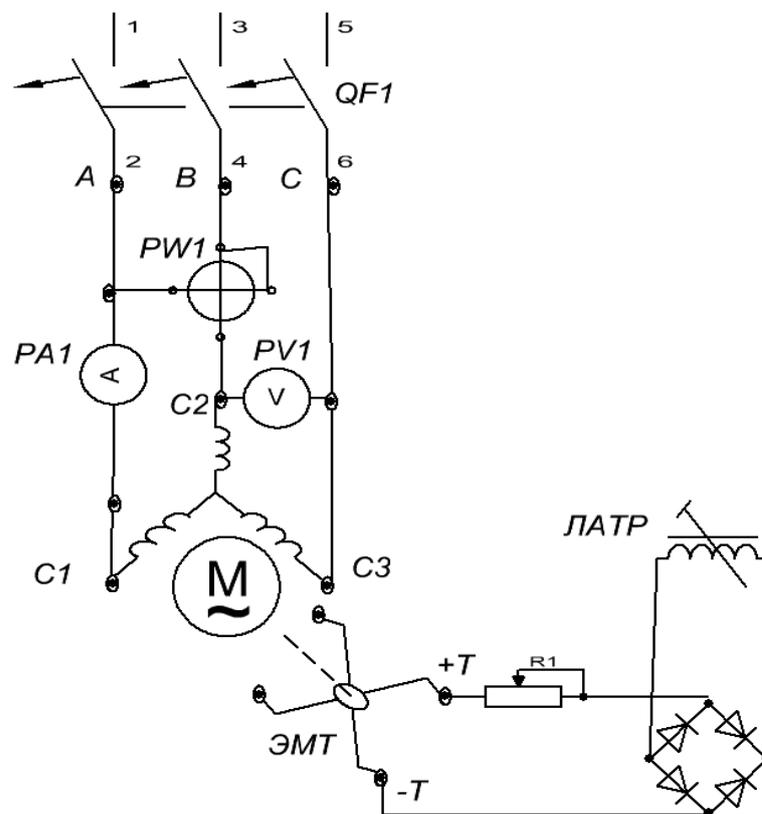

Рис.1. Схема включения трехфазного асинхронного двигателя с короткозамкнутым ротором
1. Собрать схему по рис.1 и после проверки ее преподавателем произвести пуск двигателя.